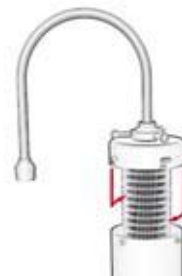

Abb. 5
- 4.) Setzen Sie nun die Patrone wieder in das Gehäuse und verschließen Sie den Bajonettverschluss durch Drehen im Uhrzeigersinn (Abb. 5). Anschließend die Flügelmutter wieder festdrehen.
3. Setzen Sie die Patrone wieder in das Gehäuse und verschließen Sie den Bajonettverschluß durch Drehen im Uhrzeigersinn (Abb. 5). Anschließend die Flügelmutter (c) wieder festdrehen.